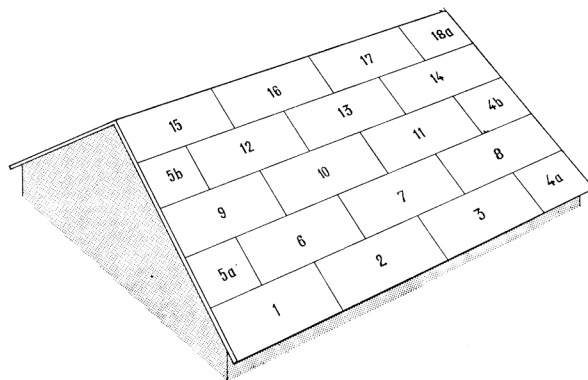

Fig. 231.
- 231 For at utleggingen av platene skal kunne foregå raskt og med minst mulig materialspill, bør det tegnes plan av taket hvor hver enkelt plate er inntegnet og nummerert. Se fig. 231.